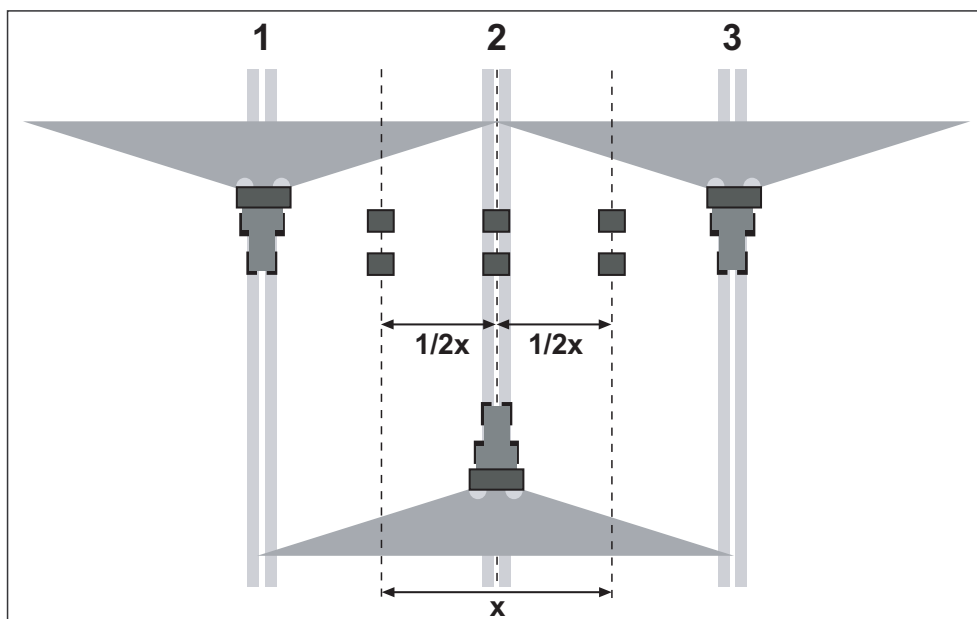

Рисунок 7.23: Установка для трех проходов
- Установите по два поддона на расстоянии **1 м** друг за другом в зонах перекрытия и в центральной технологической колее (согласно Рис. 7.23).